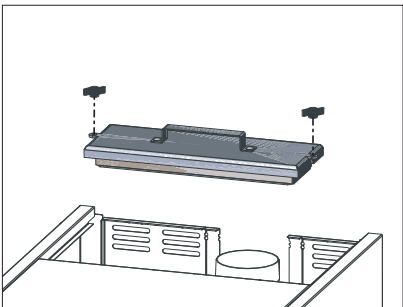

Fig. 66 Reinigungsdeckel entfernen
- ▶ Verschraubungen bei Reinigungsdeckel entfernen und Deckel abnehmen– Fig. 66.